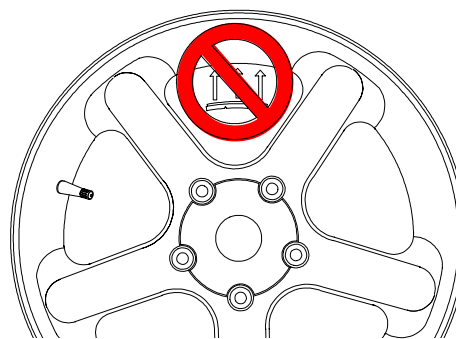

Figure 34
Un équilibre dynamique standard place le poids de compensation sur deux plans, interne et externe, au centre supérieur à 180 degrés de chaque déséquilibre calculé. Parfois, le placement du poids externe peut s'avérer inesthétique sur une roue standard. Voir Figure 34.
6. L'afficheur indique "SPO 1". Localiser le premier rayon le plus proche du centre supérieur et faire tourner la roue de telle sorte que le rayon soit au centre supérieur. Voir Figure 34. Appuyer sur P pour mémoriser la première position.